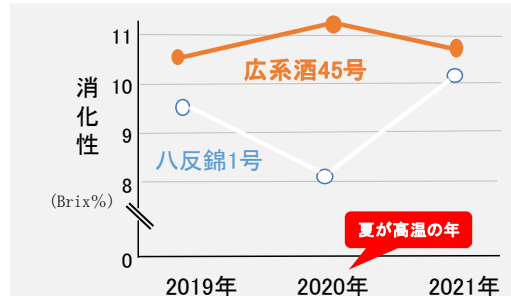

図3 消化性(Brix%)の年次変動
- ◆ **酒造**: 消化性(Brix%)は安定して高く、酒造特性の変動が小さい(図3)ため、毎年の酒造作業も安定。また、消化性に優れるため、アルコール生成量が多い